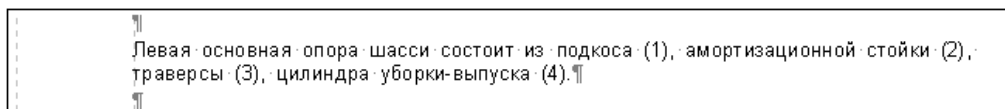

Рис. 5.240
1. В местах ссылок в круглых скобках поставьте номер элемента иллюстрации (3D модели), соответствующий номеру этой детали в самой иллюстрации (Рис. 5.240). Система позволяет распознать за один прием несколько ссылок.